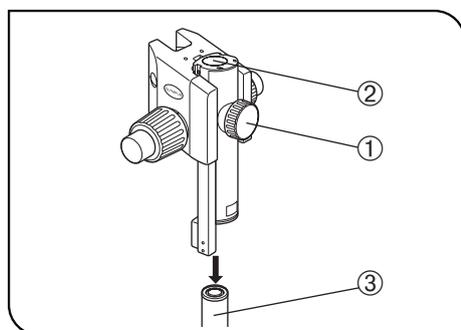

Fig. 16
2 Montar o conjunto de focagem (fig. 16 e 17)
1. Comece por desapertar totalmente o botão de aperto do conjunto de focagem ① e, enquanto segura o conjunto de focagem com as duas mãos, insira o pilar ③ por debaixo no orifício de montagem ②. (Fig. 16)
2. Desça o conjunto de focagem até parar e, depois, aperte o botão de aperto do conjunto de focagem ①. (fig. 16)
Se o botão de aperto ① for apertado sem que o pilar ③ esteja completamente introduzido no orifício de montagem ②, a mola da placa que suporta o pilar deforma-se e o pilar já não entra no orifício. (Fig. 16)